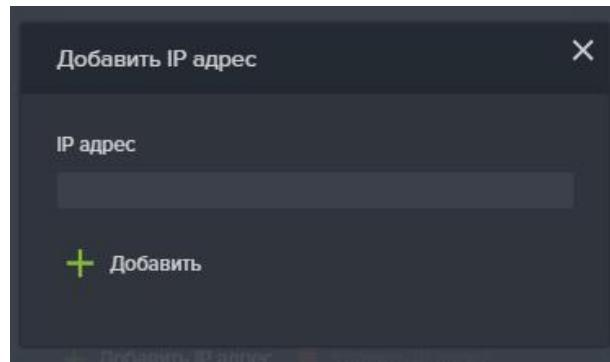

Рисунок 88 – Добавление IP адреса
6. Введите IP адрес в соответствующее поле и нажмите на кнопку «Добавить» (см. Рисунок 88).